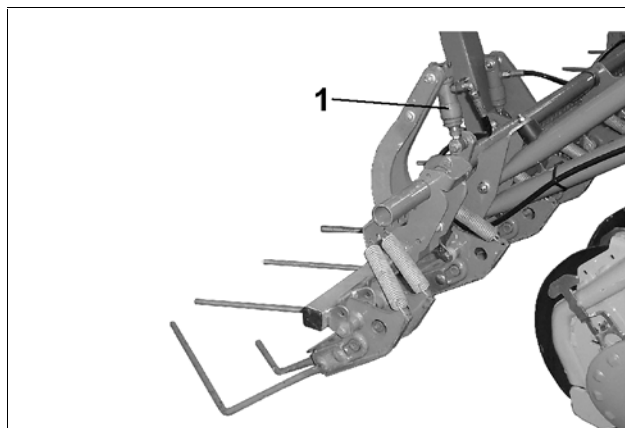
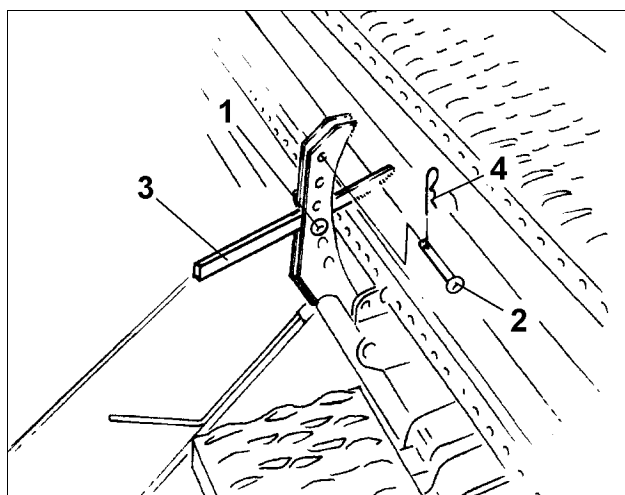

Fig. 74
Fig. 75
Ved skift fra normal til svær jord og omvendt indstilles eksaktdækstriglens tryk ved hjælp af en hydraulikcylinder (Fig. 74/1).
To bolte (Fig. 75/1 og 2) sidder som stop for grebet (Fig. 75/3) i indstillingsbeslaget. Håndtaget, der aktiveres af hydraulikcylinderen (Fig. 74/1) ligger mod bolten "I", når der ikke er tryk på hydraulikcylinderen, og går imod bolten "II" (Fig. 75/2), når hydraulikcylinderen sættes under tryk.
- trykket tages af hydraulikcylinderen (Fig. 74/1)
- bolten "II" (Fig. 75/2) sættes i et hul over grebet (Fig. 75/3) i indstillingsbeslaget og sikres med en hårnålssplit (Fig. 75/4).
- Hydraulikcylinderen (Fig. 74/1) sættes under tryk.
Bolten "I" (Fig. 75/1) sættes i et hul under grebet (Fig. 75/3) i indstillingsbeslaget og sikres med en hårnålssplit (Fig. 75/4).